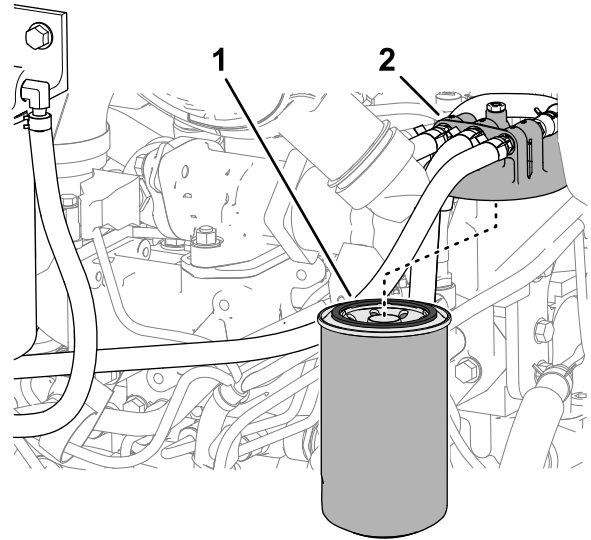

図 130
- 燃料フィルタのヘッドの周囲をきれいに拭く **図 130**。
- フィルタを外してフィルタヘッドの取り付け部をきれいに拭く **図 130**。